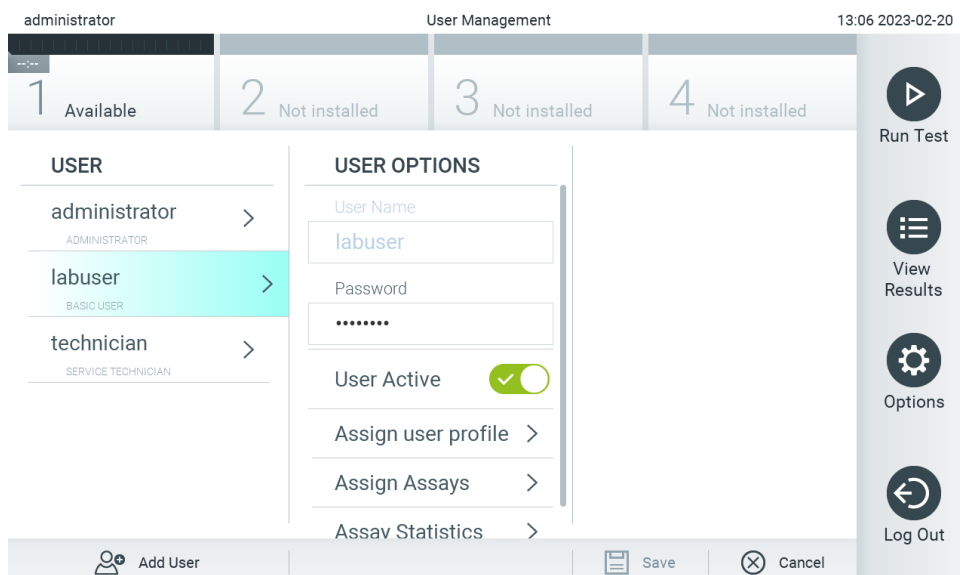

Figura 51. Selectarea și gestionarea utilizatorilor.
2. Selectați utilizatorul pe care doriți să îl gestionați din lista din coloana stângă a zonei de conținut (Figura 51).